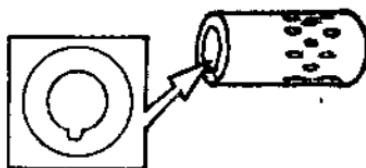

图 3
i. 在铝壳的末端开一个洞，洞的直径要与被抽电阻的外径一样大，在洞的周边任一处再开一个与小瓷管外径差不多大的小凹缺(图 3)，然后再在铝壳周围钻一些小洞作为散热孔。